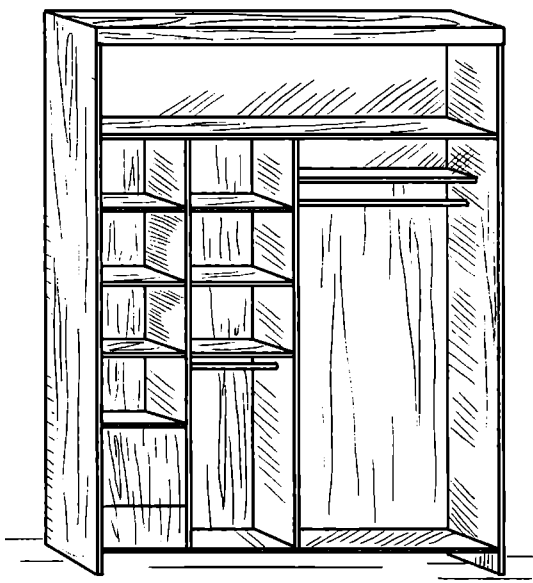

Рис. 136. Шкаф-купе (общий вид)
18. После сборки шкаф-купе выглядит так, как показано на рис. 136.